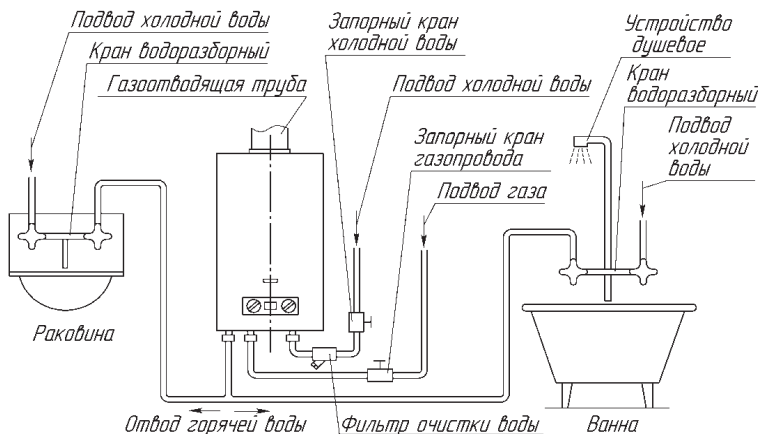

Рисунок 3. Схема установки аппарата
2.1.10. Схема установки (подключения) аппарата приведена на рис. 3. Рекомендуется сначала подключить аппарат к водопроводной сети, заполнить систему аппарата водой и затем подключить его к газовой сети.
2.3.1. Для увеличения срока службы аппарата и улучшения его эксплуатационных характеристик рекомендуется устанавливать перед аппаратом фильтр очистки воды (см. рис. 3)
2.3.2. Для облегчения последующего технического обслуживания необходимо установить перед аппаратом запорный кран на трубопроводе подвода холодной воды (рис. 3). Запорный кран должен быть легкодоступен.